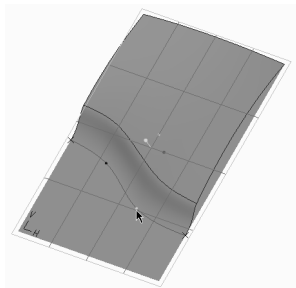

图 7-132 创建造型曲面 2
6) 可以继续对平面曲线 4、5、6 上的软点进行编辑。例如, 在选择要编辑的平面曲线并选择相应软点之后, 可以通过拖动的方式来调整相应软点位置, 注意观察曲面效果, 直到满意为止, 如图 7-132 所示。